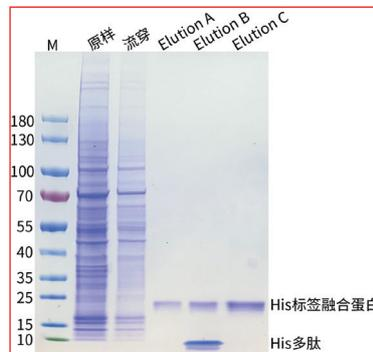

图3.Magneti-Q His标签蛋白纯化试剂盒纯化胞内蛋白的SDS-PAGE电泳图
- 5) 对洗脱产物进行 SDS-PAGE 电泳, 结果请见图 3。